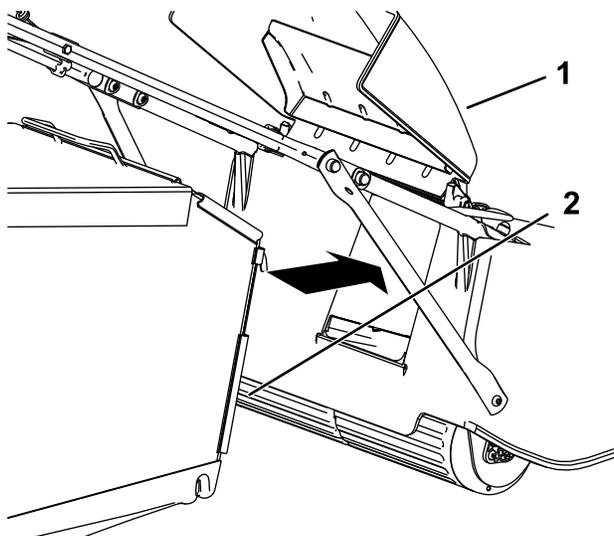

Рисунок 19
3. Зацепите травосборник в определенной позиции (Рисунок 19).